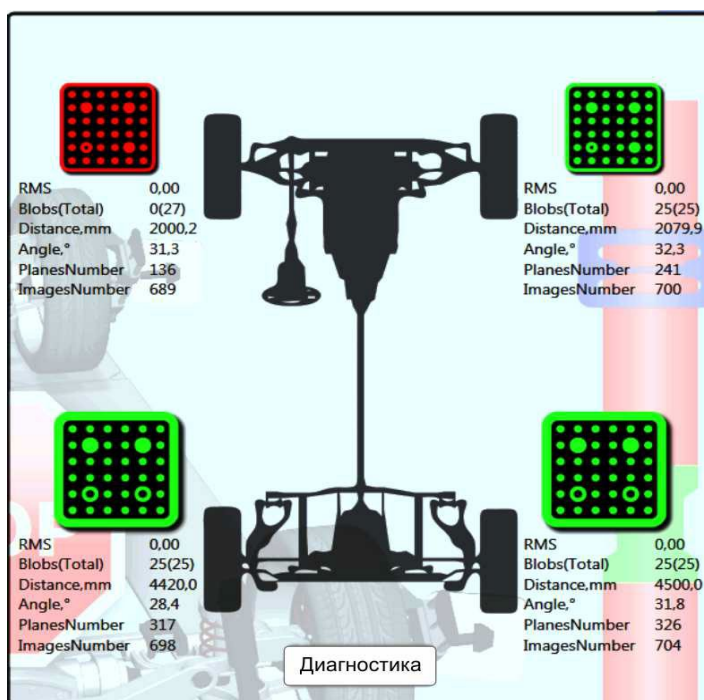

Рисунок 5.4 – Увеличенный индикатор распознавания мишеней
Если мишень не распознана, выполнение измерений останавливается, на экран выводится увеличенное окно индикации распознавания мишеней, рисунок 5.4, до восстановления распознавания мишеней (зависит от настроек, вкладка настроек «Интерфейс», п.6.4).
- зайти в окно «Настройка», выбрать закладку «Диагностика». В изображениях, полученных от камер, мишени должны располагаться в рамках, рисунок 5.4. По изображениям определить причину и устранить ее.